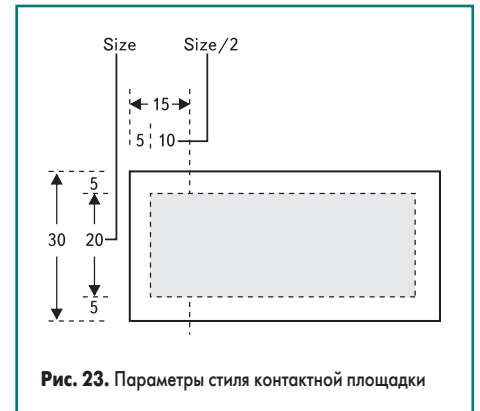

Рис. 23. Параметры стиля контактной площадки
- Ранее на одном из занятий мы перенастроили этот стиль контактной площадки, чтобы площадка на слоях Paste имела размер 20 тысячных долей дюйма (рис. 23).